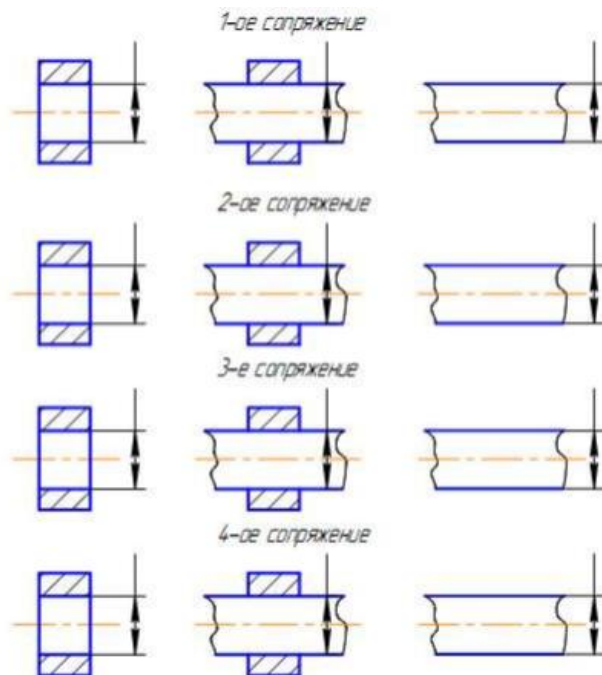

Рис. 2.6. Обозначение выбранных посадок на чертеже
2.3.6. Вычертить заданные сопряжения и входящие в них детали с обозначением выбранных посадок на чертежах по схеме, указанной на рис. 2.6.